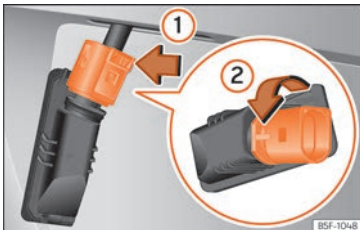

Fig. 70 Luz de matrícula: desmontar el portalámparas.
- Presione sobre el bloqueo del conector en el sentido de la flecha » **fig. 70 ①** y extraiga el conector.
- Gire el portalámparas en el sentido de la flecha » **fig. 70 ②** y extráigalo junto con la lámpara.
- Encaje el portalámparas en la luz de la matrícula y gírelo hasta el tope en sentido contrario al de la flecha » **fig. 70 ②**.